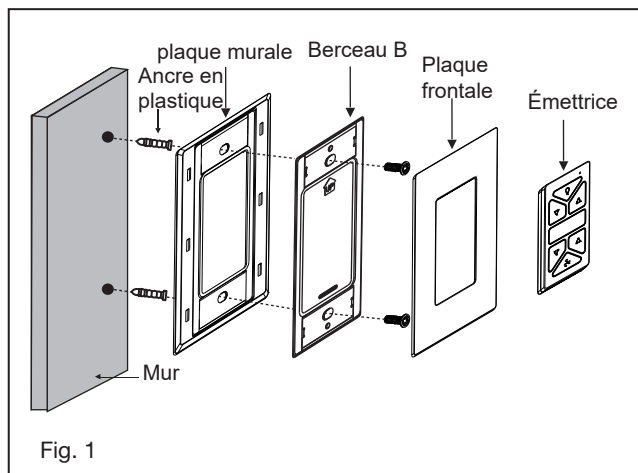

Fig. 1
- 1 Sélectionnez un emplacement souhaité. Utilisez la plaque murale pour marquer l'emplacement des trous de montage. Des chevilles murales en plastique ou des vis de montage sont nécessaires pour cette application. (Fig. 1)